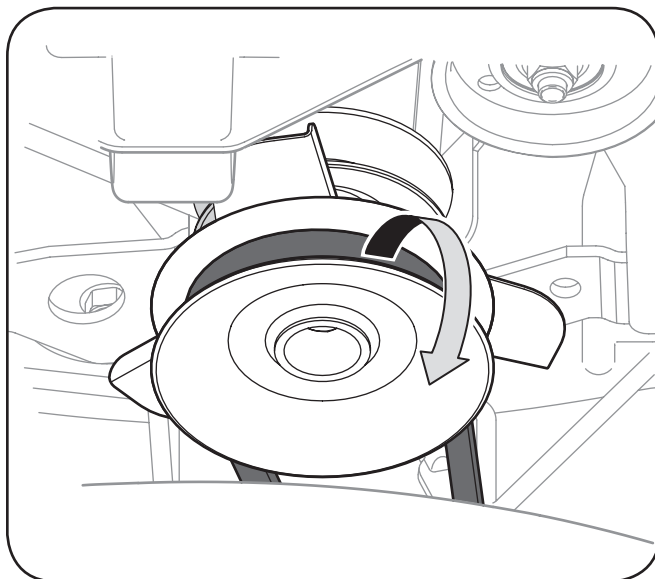

Figure 7-2
4. Enlevez la courroie autour de la poulie de la prise de force. Voir Figure 7-2.
3. Retirez la courroie de la poulie d'entraînement de la prise de force. Voir Figure 7-2. Faites glisser un côté de la courroie hors de la poulie. Puis, faites glisser la courroie hors de la poulie jusqu'à ce qu'elle soit complètement dégagée.
8. Passez la courroie du plateau de coupe entre la poulie et la tige de retenue de la courroie, puis installez-la autour de la poulie d'entraînement. Voir Figure 7-2.